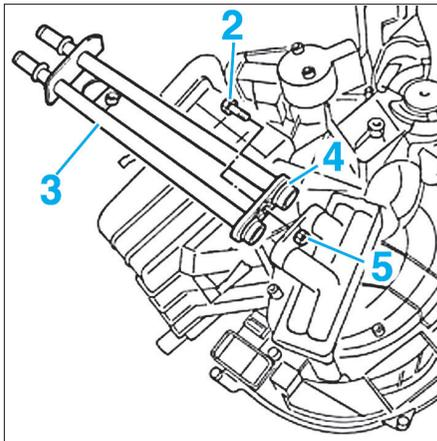

FIG. 19
- Déposer les vis de fixation (2), puis extraire les canalisations (3) (Fig.19).
- Récupérer les joints (4) et l'écrou (5).